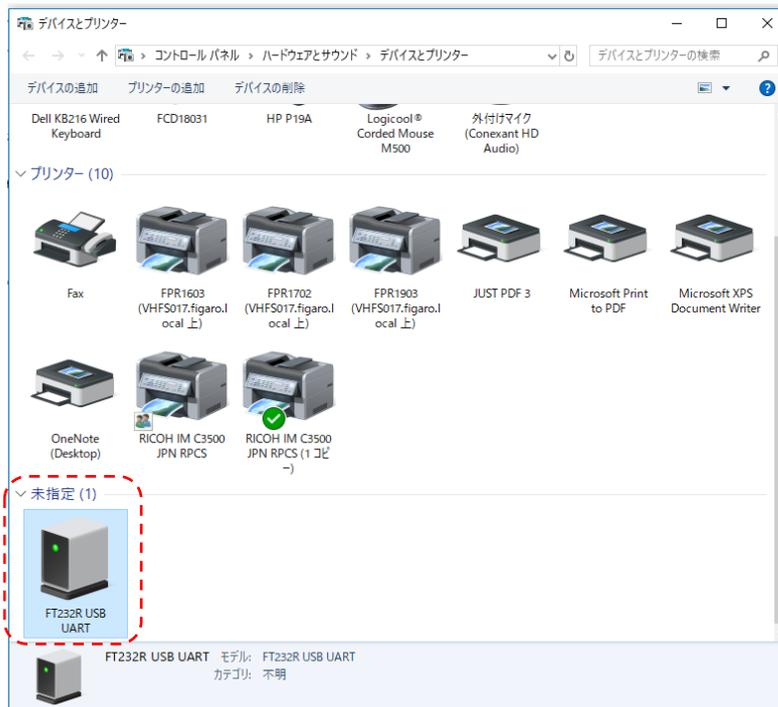

图 5 USB 驱动图标（设备和打印机窗口画面）
② 显示使用许可条款后，请确认内容并选择“同意”，点击“下一步”，开始安装。
③ USB 驱动安装完成后，点击“完成”键，安装窗口关闭。
④ 使用附送的 USB 连线，将本评估模块的 USB 端口与电脑的 USB 端口进行连接。
⑤ 将 EM7162 上的电源开关 SW1 置于 ON 的位置，通过电脑屏幕确认 USB 驱动得到识别。
⑥ 从“开始”窗口打开“设定”，选择“设备”，从关联设定选择“设备和打印机”。
- ⑦ 右击 USB 驱动“FT232R USB UART”图标，然后选择“属性”（图 5）。